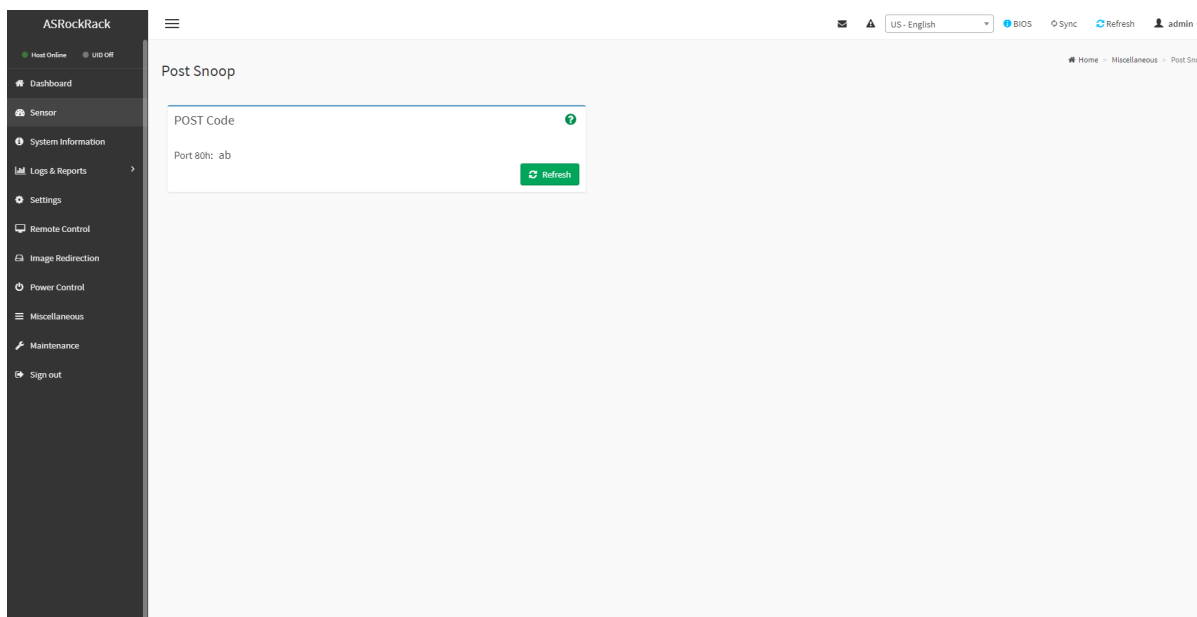

**Рис. 123. Окно «UID Control»**
- 7) Пройдите во вкладку «Miscellaneous» → «UID Control» в данной вкладке предоставляется пользователям различные параметры для настройки светодиода UID, который используется для определения местоположения сервера в стойке. Окно показано на рис. 123 Окно «UID Control»